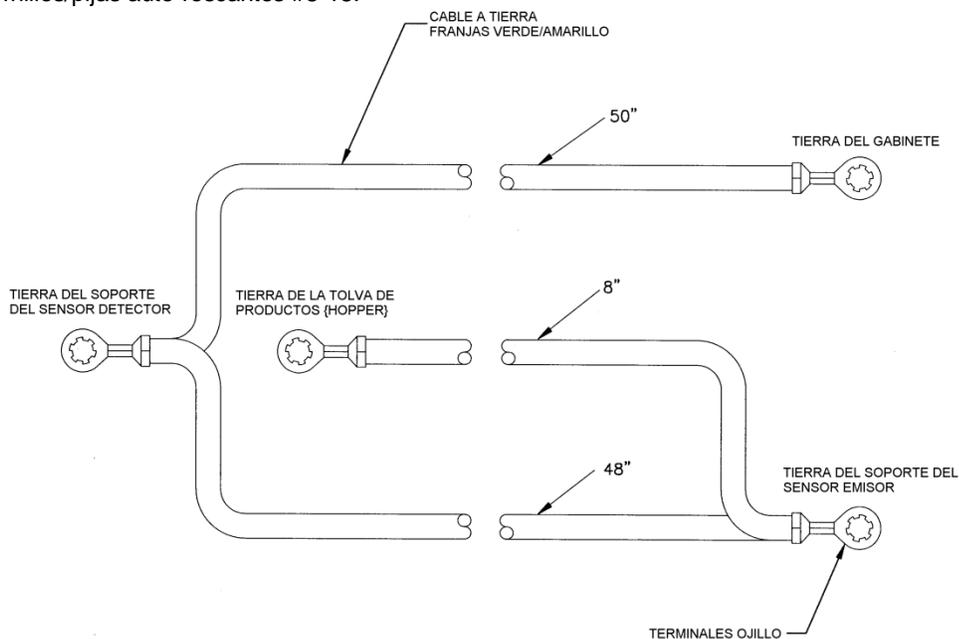

Figura 7 ARNÉS PARA PUESTA A TIERRA DE SENSORES
31. Si la Máquina Expendedora tiene la puerta con interior en plástico (Plastic Door Doubler), agregue el arnés de tierra (21798) como se muestra en la figura 7. Coloque la tierra de la tova de productos (Hopper) en alguno de los 3 tornillos disponibles del lado derecho, agregue la tierra del gabinete dentro de la columna de rieles derecha (right rail mount) cerca de los transformadores, y agregue las tierras de ambos soportes de sensores a los soportes utilizando tornillos/pijas auto-roscentes #8-18.